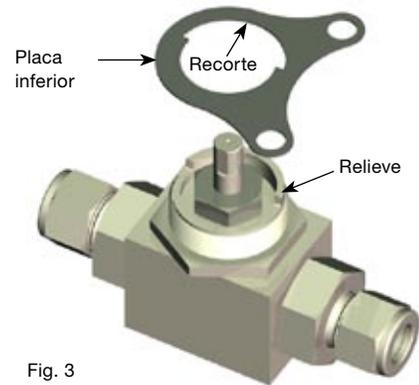

Fig. 3
3. Coloque la **placa inferior** en la válvula, alineando el **recorte** con el **relieve** de la válvula. Fig. 3.